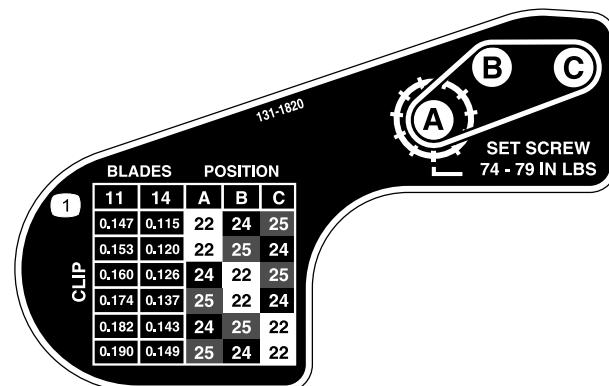

Bild 18
6. Lesen Sie die gewünschte Schnitthöhe und welche Riemscheiben versetzt werden müssen in der Tabelle ab, die auf dem Aufkleber in Bild 18 dargestellt ist.
9. Setzen Sie jede Riemscheibe in die neue Konfiguration, wie auf dem Aufkleber angegeben (Bild 18).